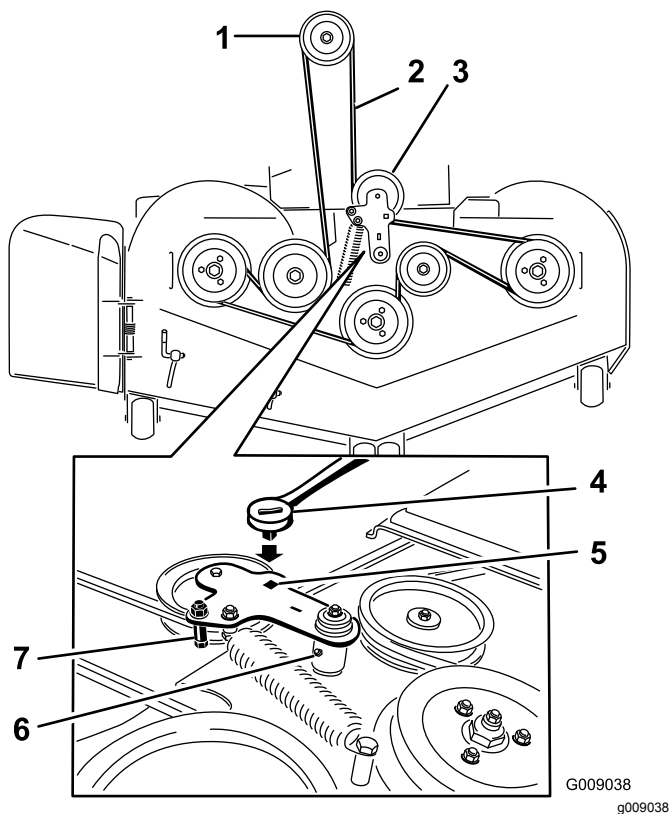

Figura 95
8. Utilice una llave de carraca en el taladro cuadrado del brazo tensor para aliviar la tensión del muelle tensor (Figura 95).
10. Pase la correa nueva alrededor de las poleas del cortacésped y de la polea del embrague, debajo del motor (Figura 95).
11. Gire y asegúrese de que la pestaña de la guía de la correa entra en contacto con el buje pivotante (Figura 95).
12. Utilizando la llave de carraca en el taladro cuadrado, instale la correa alrededor de la polea tensora tensada con muelle (Figura 95). Asiente los extremos del muelle en las ranuras de anclaje.